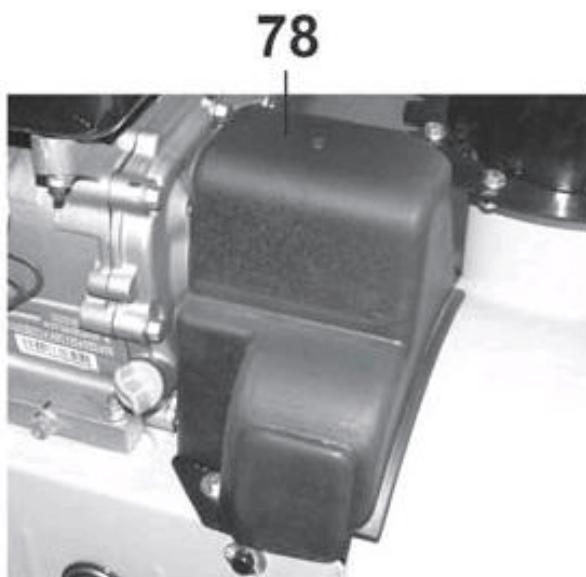

рис.33
9.9. Проверка системы привода колес (рис.33).
9.9.4. Выкрутите шесть болтов крепления нижней крышки корпуса редуктора и демонтируйте ее (на рис.33 крышка корпуса редуктора снята).